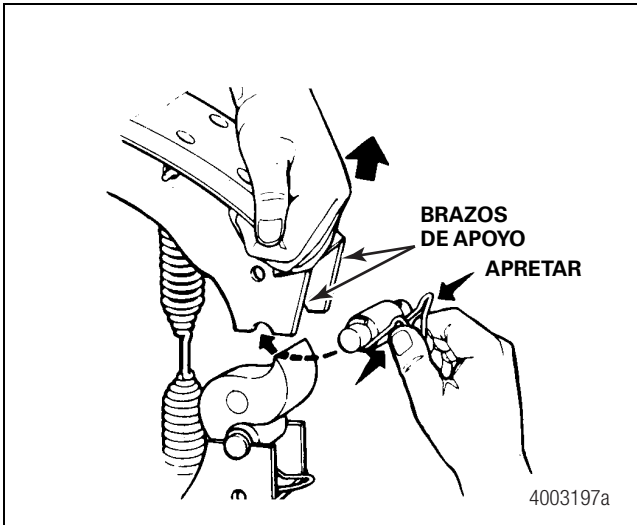

Figura 5.5
8. Aleje cada zapata de freno de la leva y deje espacio suficiente para poder instalar los rodillos de leva. Oprima las asas del clip retenedor del rodillo para encajar dicho retenedor entre los brazos de apoyo de la zapata de freno. Figura 5.5.